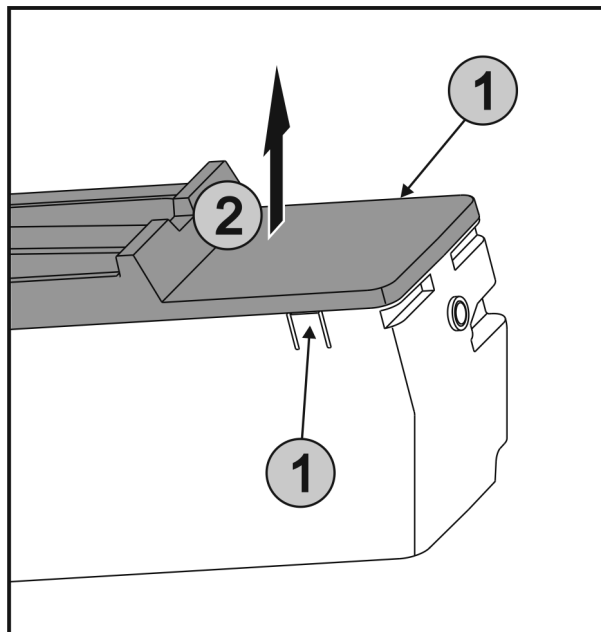

Fig. 38
- Натиснете едновременно езичетата Fig. 38 (1) от двете страни на EasyTwist-Ice и свалете капака Fig. 38 (2) нагоре.